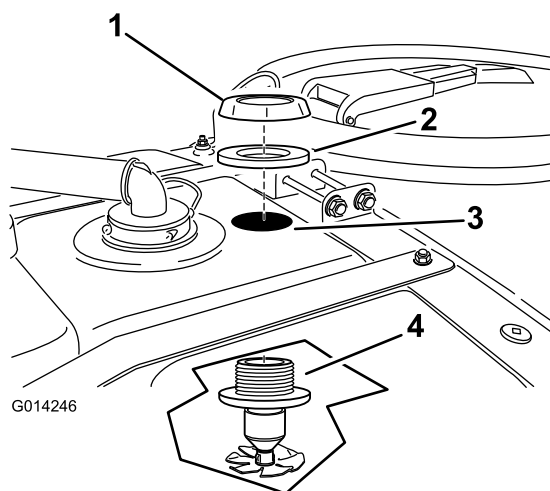

Рисунок 15
2. Установите сопло в сборе в просверленное отверстие (Рисунок 15).